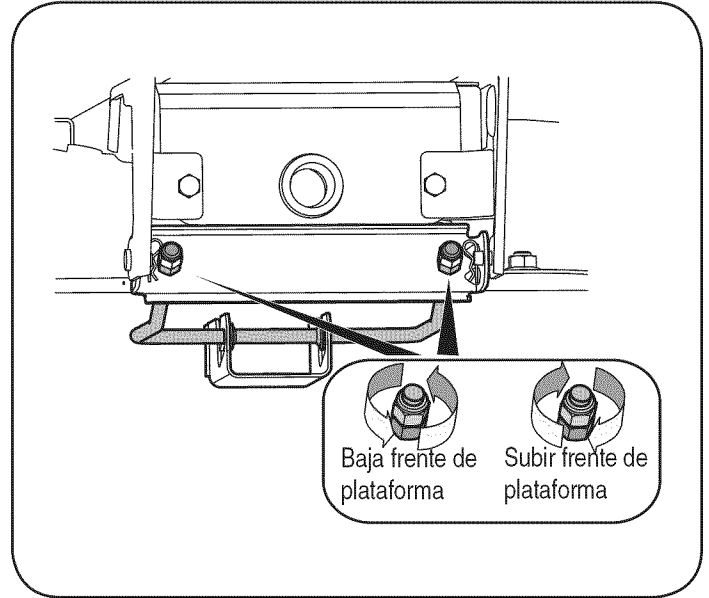

Figura 16
- Desde el frente del tractor, afloje las dos tuercas de seguridad hexagonales de la parte delantera de la varilla de suspensión frontal de la plataforma. Rosque las tuercas de seguridad alejándolas de las tuercas hexagonales que están detrás. Vea la Figura 16.
- Utilice una llave de boca para girar las tuercas hexagonales interiores a fin de ajustar la parte delantera de la plataforma. Gire las tuercas hexagonales en sentido de las agujas del reloj para levantar el frente de la plataforma, o en sentido contrario para bajar el frente de la plataforma. Ajuste las tuercas de forma pareja para que la varilla de suspensión de la plataforma se encuentre delante de ambas ranuras en la ménsula de suspensión del frente de la plataforma. Vea la Figura 16.